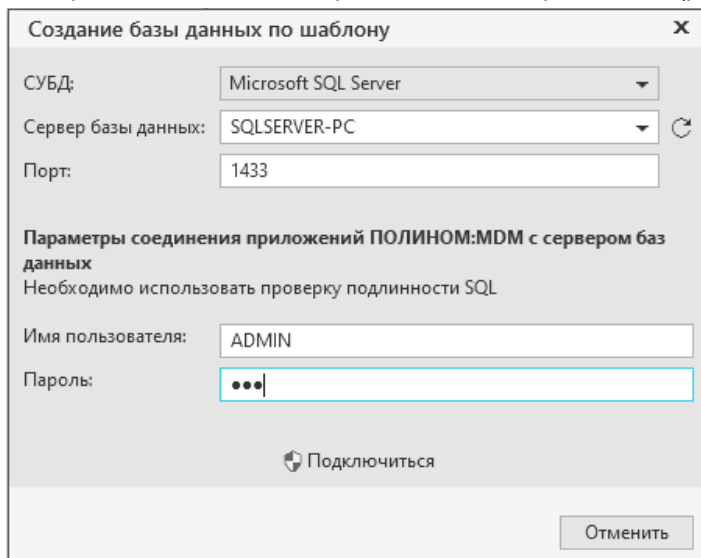

Рис. 3.26
2. В открывшемся окне выберите СУБД для хранилища (рис. 3.26).